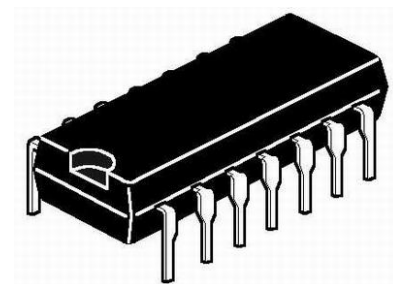

图1-43 DIP-14封装
(2) DIP封装 DIP是英文Double In-line Package的缩写，即双列直插式封装。它属于插装式封装，引脚从封装两侧引出，封装材料有塑料和陶瓷两种。DIP是最普及的插装型封装，应用范围包括标准逻辑IC、存储器LSI及微机电路。以DIP-14为例，它的封装如图1-43所示。